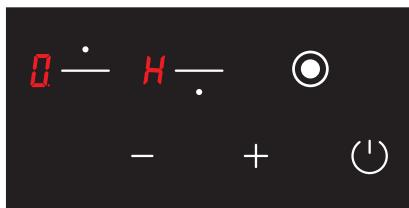

Рис. 23
4. Після цих операцій пристрій переходить у режим очікування. Однак, якщо конфорка є гарячою, значок  відображається навіть у разі, якщо пристрій знаходиться в режимі очікування (Див. рис. 23).